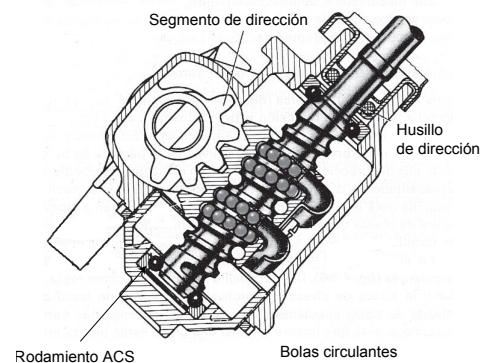

Fig.1.19 Sistema Tornillo - recirculante de bolas (Ball Screw)
**2- Sistema tornillo-recirculación de bolas (Ball screw)** (Fig.1.19) Sistema utilizado en camiones medianos y grandes y autobuses, por su baja fricción. Para soportar el husillo roscado de dirección en la carcasa de engranaje, se usan rodamientos de la serie especial AC o ACS (bolas con contacto angular). Para el eje sectorial se usan con frecuencia rodamientos de agujas.